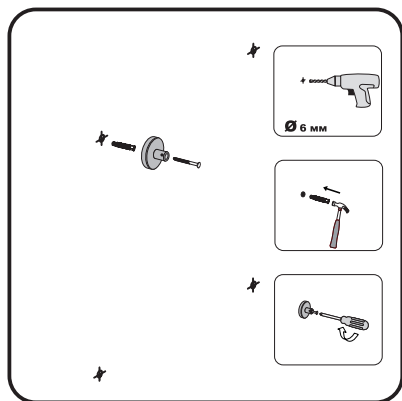

Рис. 20
4.16. Просверлите отверстия в стене соответствующим материалу стены сверлом (рис. 20).
4.17. При помощи крепежных элементов закрепите корпус кронштейна (рис. 20).